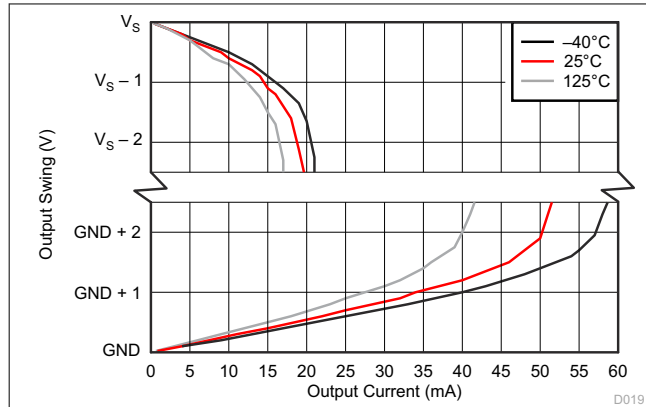

图 7-19. 输出电压摆幅与输出电流之间的关系
(2) 通过线性外插至  $V_{SENSE} = 0\text{V}$  获得失调电压,  $V_{SENSE}$  = 满量程范围的 10% 至 90%。
(3) 请参阅图 7-19。
(4) 摆幅规格是在过驱输入条件下测试得出的。